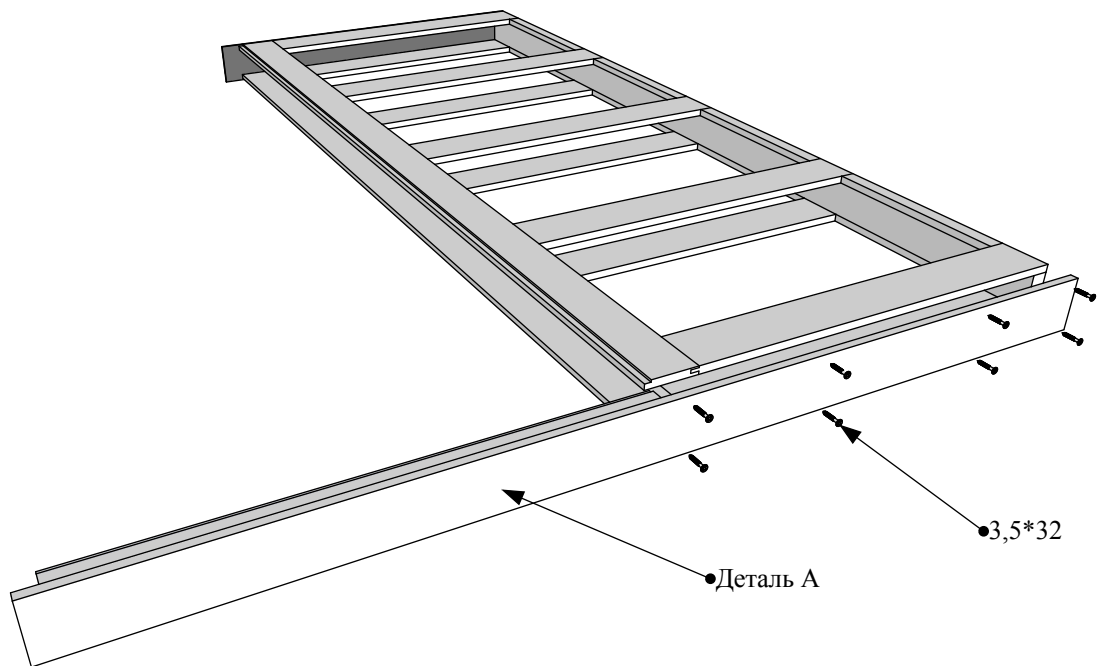

Рисунок 13
4.6 Установить верхний элемент (деталь А) и закрепить саморезам 3,5\*32 (Рис. 13). Если верхний элемент толщиной 30 мм , то закрепить саморезами 3,5\*55.